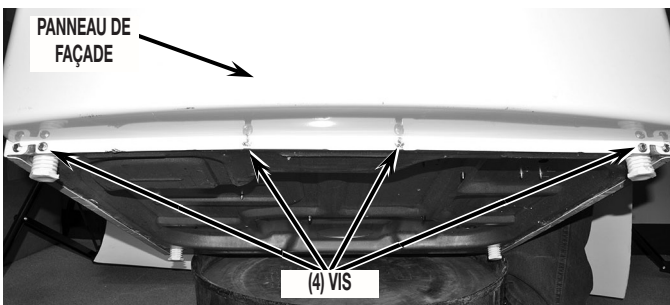

FIGURE 7
7. Ôter le panneau de façade : ôter d'abord les quatre (4) vis de fixation, en bas du panneau de façade – voir la *Figure 7*.